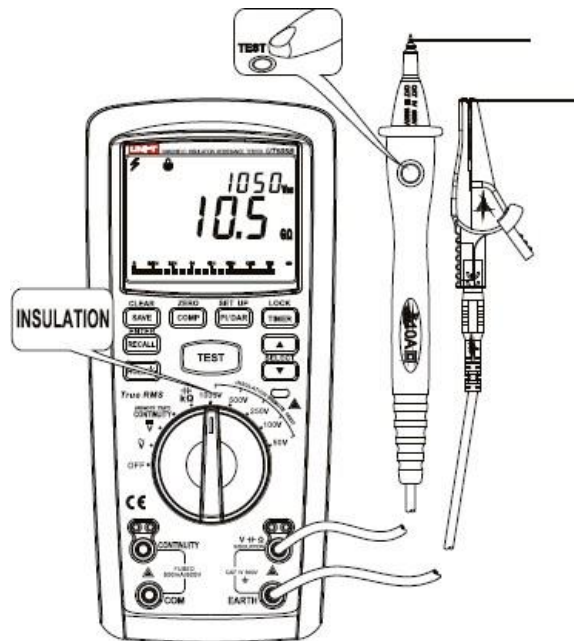

Fig. 9 Masurarea rezistentei de izolatatie
5. Masurare rezistenta de izolatie (vezi fig. 9)
6. Masurare index polarizare si rata de absorbtie dielectrica (vezi fig. 9)